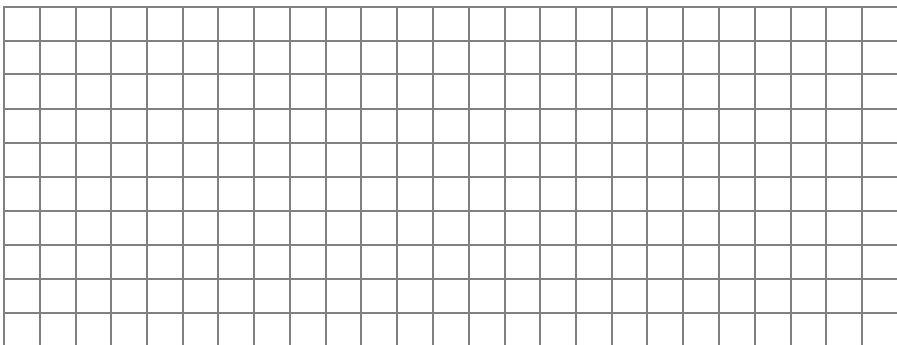

Рис. 1.2. Сетка для векторных диаграмм тока и напряжения R1...R4, RL и C
5. Изобразить в тетради (сетка для рис. 1.2) векторные диаграммы тока и напряжения для электрических цепей с подключенными R1, R2, R3, R4, катушки индуктивности и конденсатора.